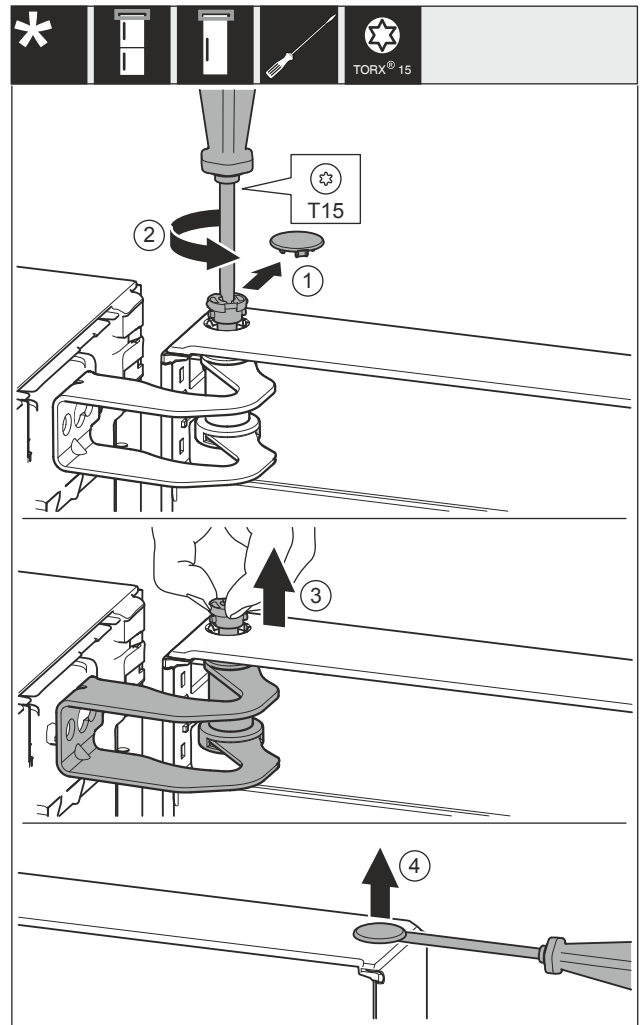

Fig. 9
- Abdeckung Fig. 9 (1) vorsichtig entfernen.
- Bolzen Fig. 9 (2) mit Schraubendreher ein Stück herausdrehen.
- Bolzen Fig. 9 (3) mit den Fingern herausziehen.
- Abdeckung Fig. 9 (4) vorsichtig mit einem Schraubendreher anheben und entfernen.